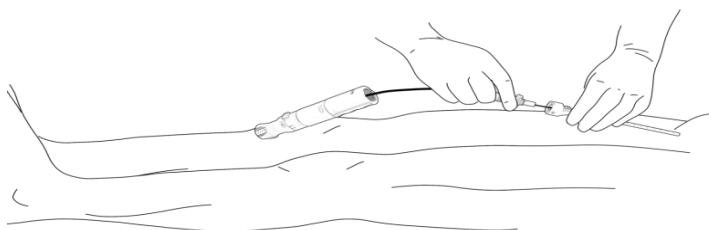

Figura 8. Fare avanzare il dispositivo di chiusura PerQseal+ fino all'introduttore a guaina.
- Fare avanzare la cannula di caricamento sul filo guida verso il terminale dell'introduttore a guaina, Figura 8. In caso di difficoltà nel seguire il percorso del filo guida, controllare che quest'ultimo non sia piegato e che non presenti coaguli ematici e trombi.